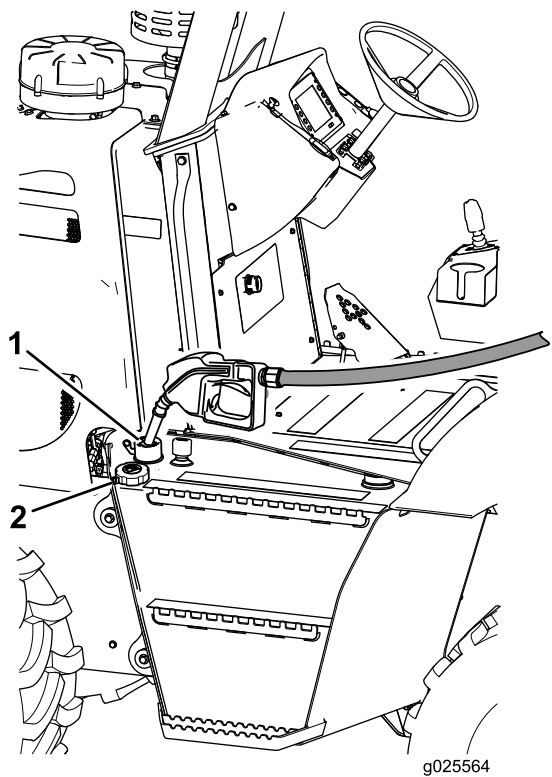

Figura 19
1. Limpie la zona alrededor del tapón del depósito de combustible (Figura 19) y retire el tapón.